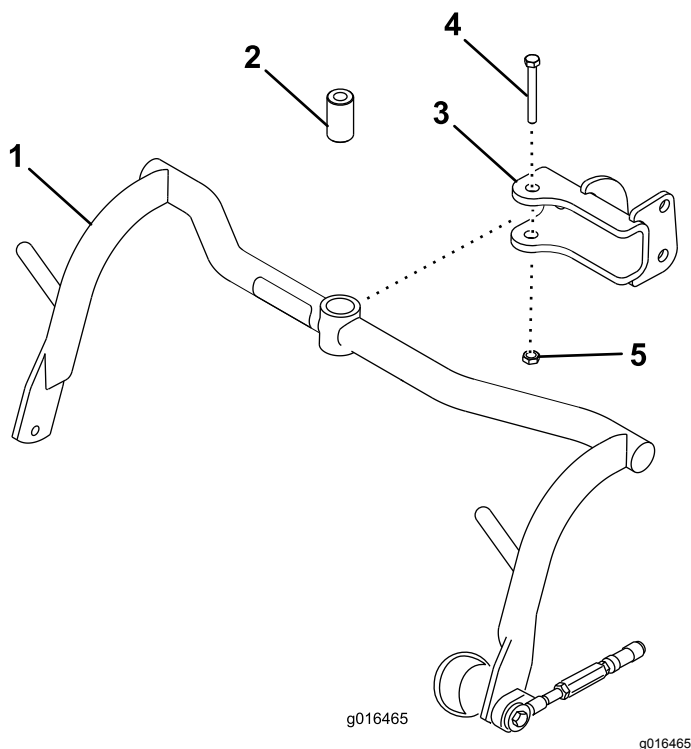

Bild 8
1. Befestigen Sie einen Trägerschassis mit einem Distanzstück, einer Schraube ($\frac{1}{2}$ " x $3\frac{1}{4}$ ") und einer Sicherungsmutter ($\frac{1}{2}$ ") an jeder Lastöse, siehe Bild 8. Ziehen Sie diese auf ein Drehmoment von 91 bis 113 N·m fest.